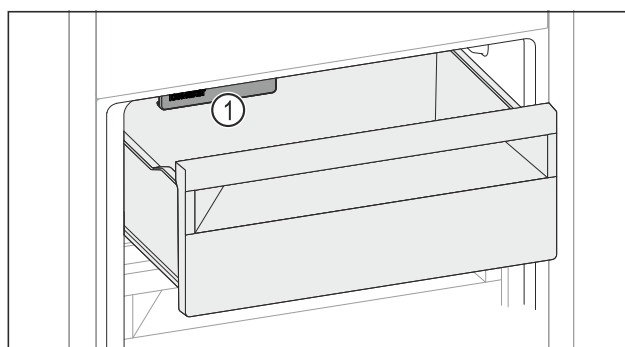

Fig. 108
- IceMaker Fig. 108 (1) berücksichtigen.